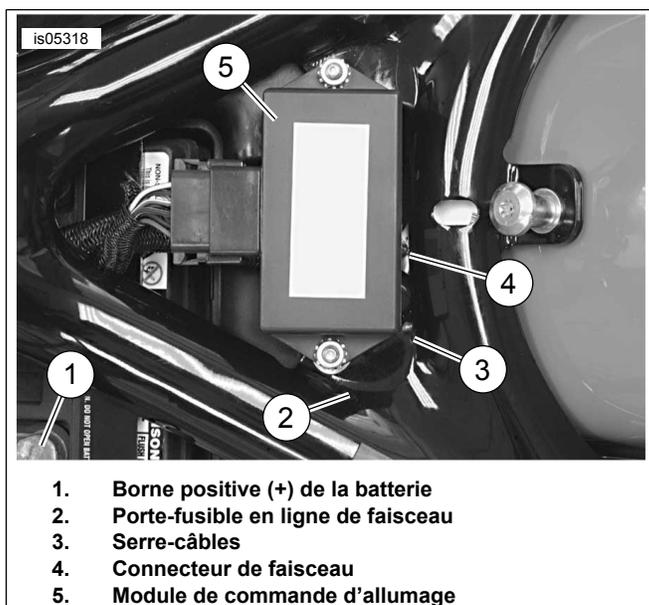

Figure 4. Acheminement du faisceau de batterie XL (Sportster) (modèles de 2004 et plus récents)
1. Voir Figure 4. Acheminer le connecteur de faisceau (4) vers l'arrière de la moto en suivant le tube de cadre supérieur gauche. Rentrer correctement le fusible en ligne dans l'espace sur le côté de la batterie.
2. Rechercher le connecteur B+ (borne positive de la batterie) (connecteur gris non utilisé avec un fil rouge) sur le faisceau électrique principal, acheminé sous la selle, au-dessous du module de commande d'allumage (5). Attacher le connecteur du faisceau de charge de batterie près du connecteur B+ avec un serre-câbles (3). Couper toute longueur excessive du serre-câbles.